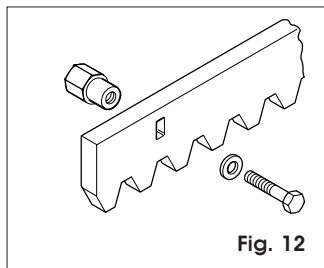

Fig. 12
5.4.1. CREMAGLIERA DI ACCIAIO A SILDARE (Fig. 12)